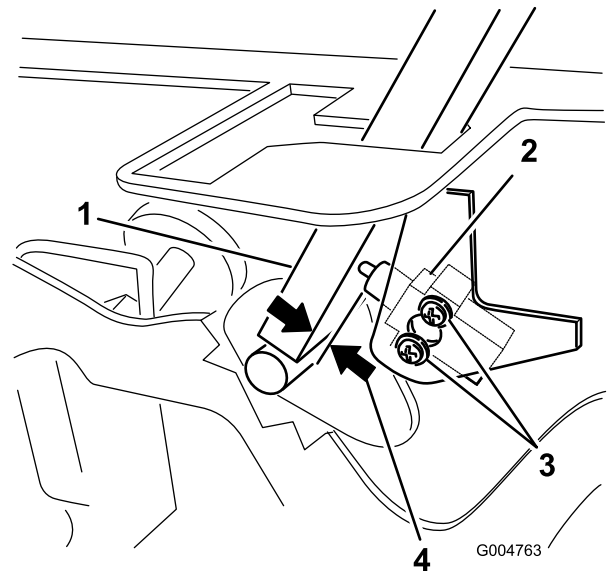

Figura 57
3. Afloje los 2 tornillos que fijan el interruptor de seguridad (Figura 57).
4. Sujetando la palanca de control contra el bastidor, mueva el interruptor hacia la palanca hasta que la distancia entre la palanca y el cuerpo del interruptor sea de 0,4 a 1 mm (Figura 57).